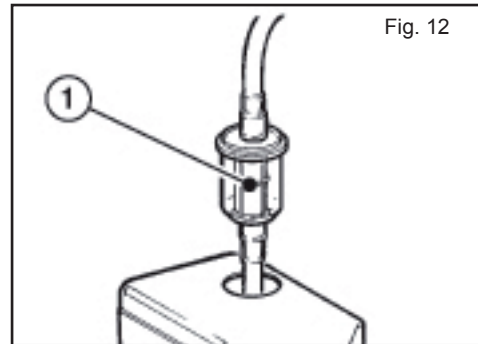

Fig. 12
- Podiek het diesel filter (fig. 12, pos. 1) controleren; als het versleten of te vuil is, dit vervangen.